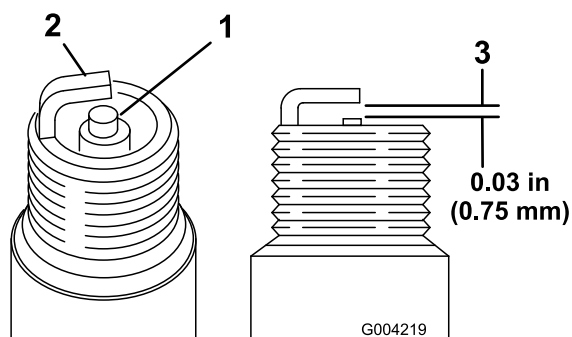

Figure 51
- Examinez le centre des bougies (Figure 51). Si le bec de l'isolateur est recouvert d'un léger dépôt gris ou brun, le moteur fonctionne correctement. S'il est couvert d'un dépôt noir, c'est généralement signe que le filtre à air est encrassé.
2. Contrôlez l'écartement entre l'électrode centrale et l'électrode latérale (Figure 51).
3. Courbez l'électrode latérale (Figure 51) si l'écartement est incorrect.